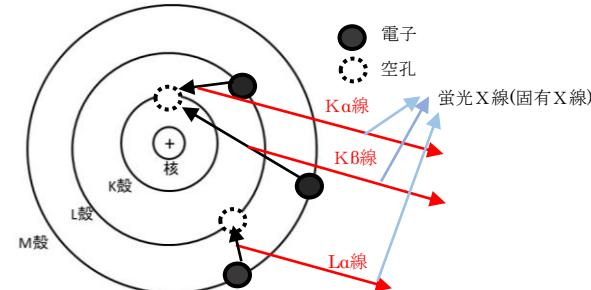

図3 蛍光X線の原理図②
- ② その空孔へ、外殻電子が遷移する際にそのエネルギー(波長)の差に相当する蛍光X線が放射される。電子がL殻からK殻へ遷移する際に放出される蛍光X線をKa線、M殻からK殻へ遷移する際に放出される蛍光X線をKβ線、M殻からL殻へ遷移する際に放出される蛍光X線をLa線という。(図3)
- ③ X線を入射すると発生する蛍光X線は、元素に固有のエネルギーを持っているため元素の同定及び定量ができる。